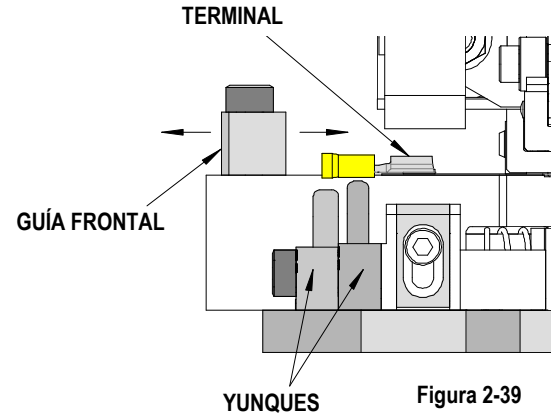

Figura 2-39
4. Con el producto encintado y cargado en el riel, ajuste la guía frontal hacia arriba hasta el producto de manera que su superficie de rodamiento haga contacto con los terminales. Véase la figura 2-39.
6. Al terminar el ajuste de la guía, apriete los (2) M4 SHCS para fijar la guía al riel.